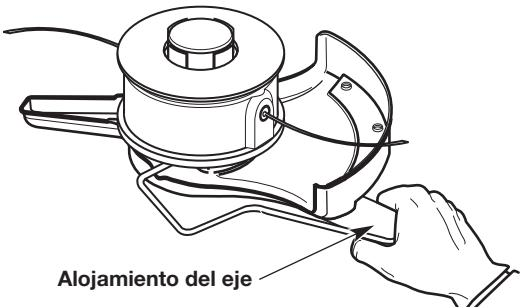

Fig. 13
- Mantenga la varilla de seguridad en su lugar sujetando el otro extremo contra el alojamiento del eje (Fig. 13).